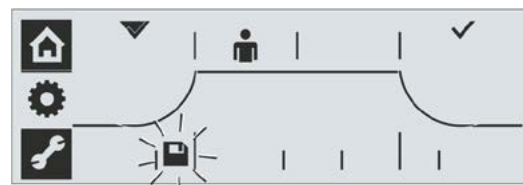

Fig. 12: Selecionar o símbolo de salvar
16. Selecionar o símbolo de salvar: Girar o controle de drive para a direita até o símbolo de salvar piscar, veja fig. 12.